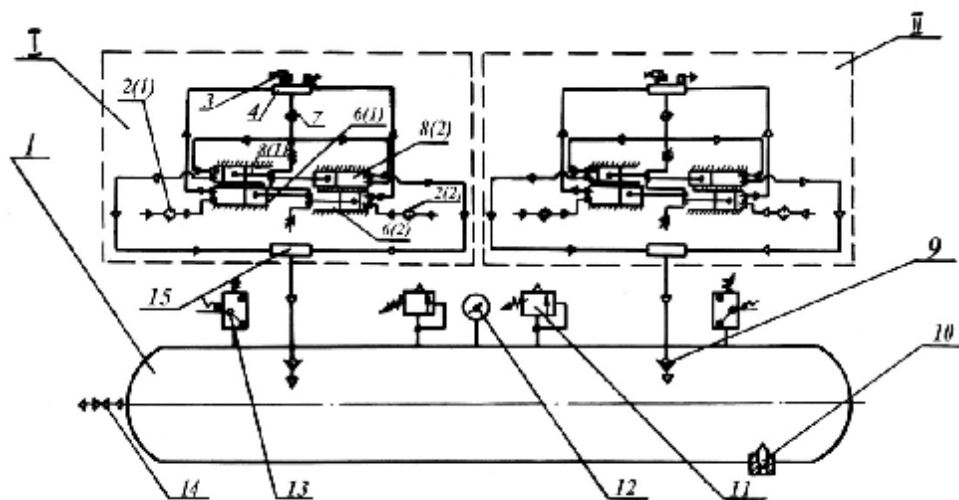

Рис.30. Схема пневматическая принципиальная установки компрессорной, модель К-3:
4.3.1. Установки выпускаются для подключения в трехфазную четырехпроводную сеть с напряжением 380В, 50Гц (рис.30...36).